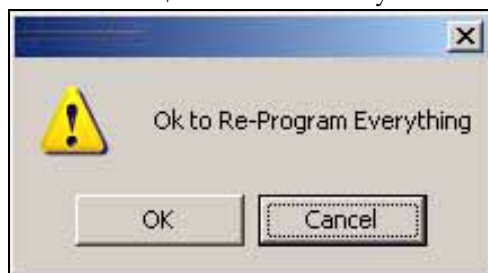

Рисунок 4-1: Экран "OK to Re-Program Everything"
- 3 Дважды кликнуть , что бы открыть приложение для 4320. На экране появится сообщение "Ok to Re-Program Everything" (См. Рис. 4-1)